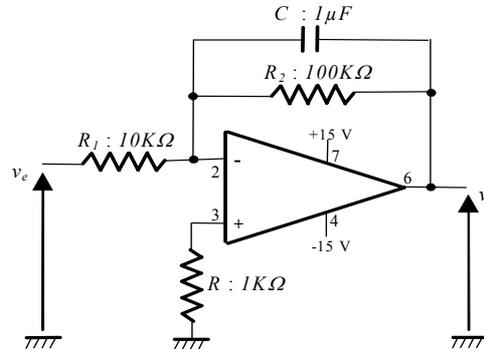

Figure 10 : Montage intégrateur
- P1.** Trouver l'expression du gain A_v du montage de la figure 10. Quelle est la fréquence de coupure ? Quelle est la fréquence qui donne un gain unitaire ? Donner son expression en basse fréquence ($\omega CR_2 \ll 1$) et en haute fréquence ($\omega CR_2 \gg 1$) .
- M1.** Réaliser le montage de la figure 10.